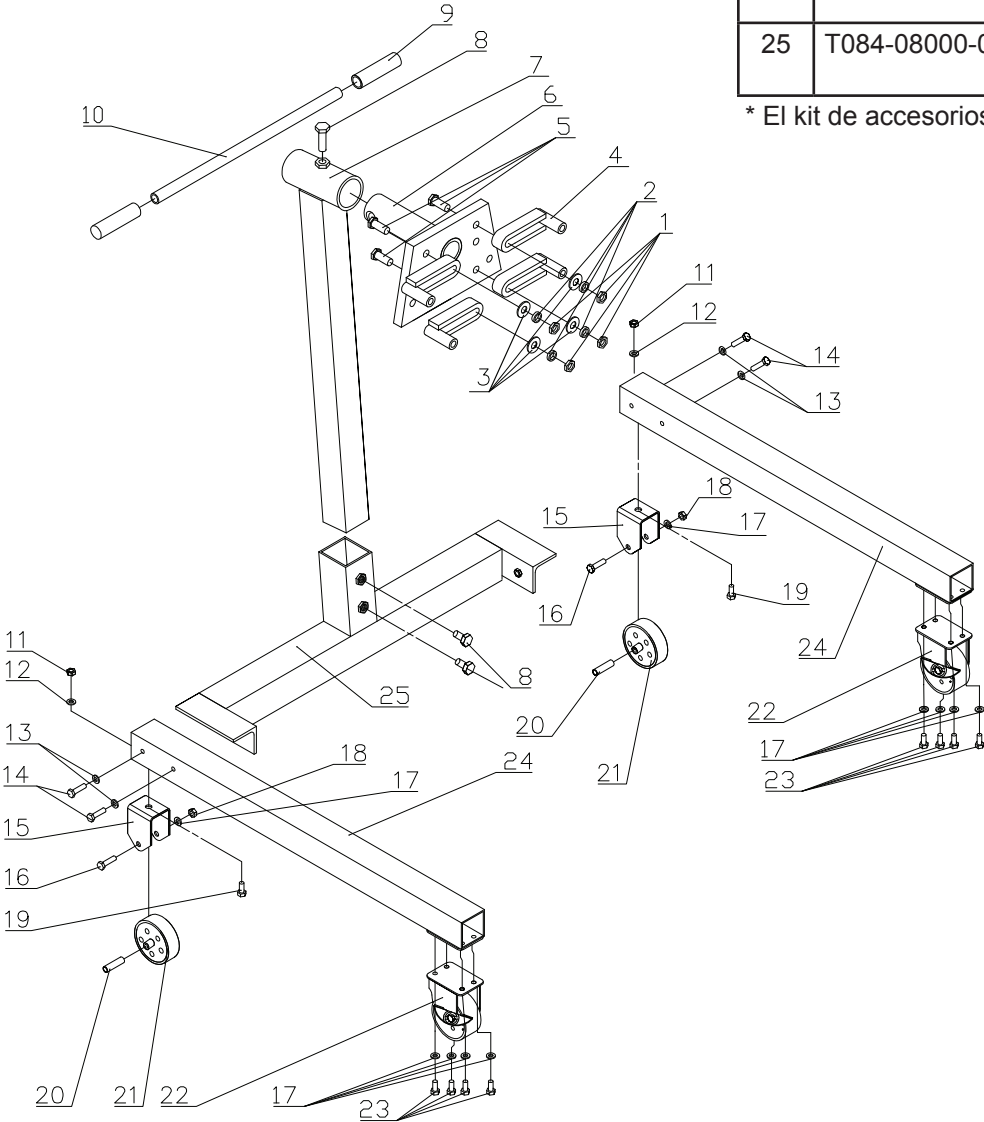

Figura 9: ilustración de piezas de repuesto para los modelos 31250
**! ADVERTENCIA:** **SIEMPRE** verifique que el producto y la aplicación sean compatibles. **NUNCA** cargue el soporte de motor con un motor que se extienda más allá de la línea imaginaria dibujada que conecta las líneas centrales de los ejes de las ruedas/ruedecillas delanteras y traseras, como se muestra en la Figura 9.